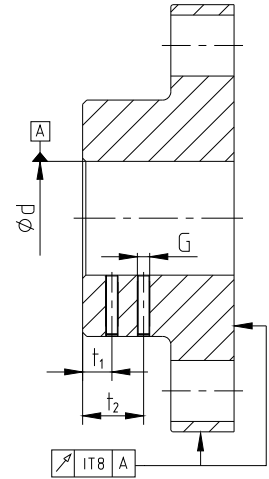

Рис. 25: Точность радиального и торцевого биения
- При изготовлении посадочного отверстия покупателем необходимо выдержать точность по радиальному и торцевому биению (см. рис. 25)